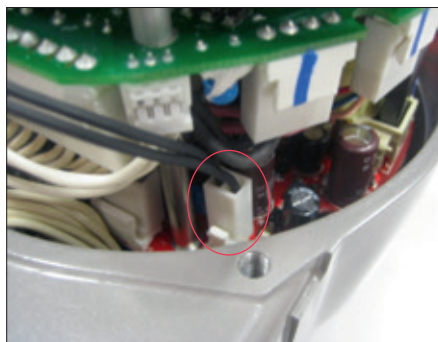

Figuur 35
- Sluit de 4-pins verbindingkabel weer aan (Figuur 35).